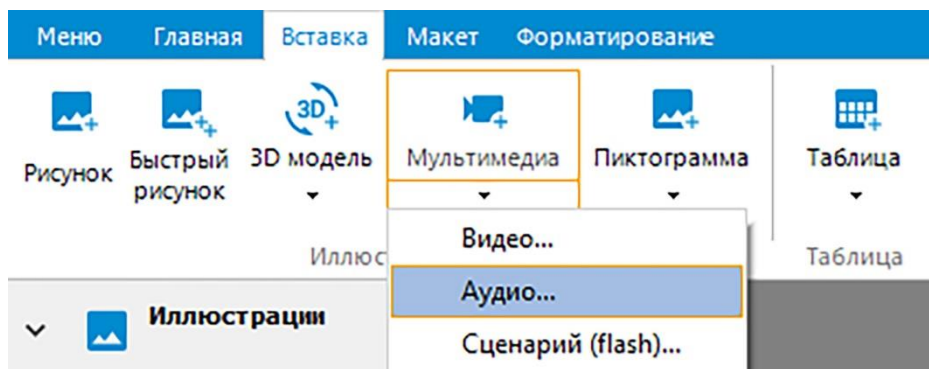

Рисунок 241
- 2) На панели инструментов **Вставка** откройте список инструмента **Мультимедиа** (рисунок 241).